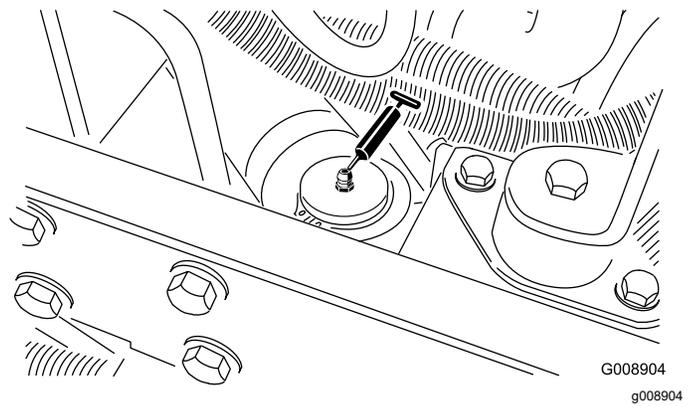

Рисунок 43
- Цилиндр рулевого механизма (Рисунок 43).